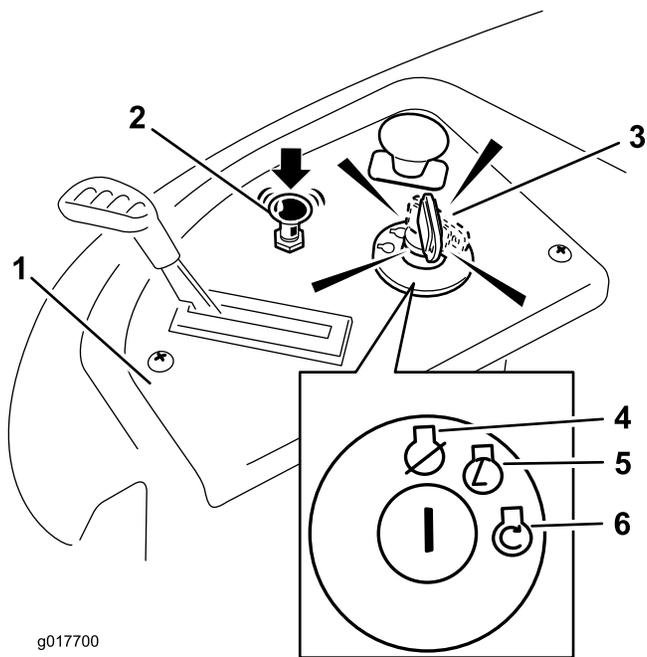

Figure 14
- Tournez la clé de contact en position de démarrage pour activer le démarreur. Relâchez la clé quand le moteur démarre (Figure 14).
6. Lorsque le moteur démarre, appuyez sur la commande de starter (Figure 14). Si le moteur cale ou hésite, tirez la commande de starter et faites tourner le moteur quelques secondes. Appuyez ensuite sur la commande de starter. Répétez l'opération si nécessaire.
3. Tournez la clé de contact à la position contact coupé (Figure 14) et enlevez-la.